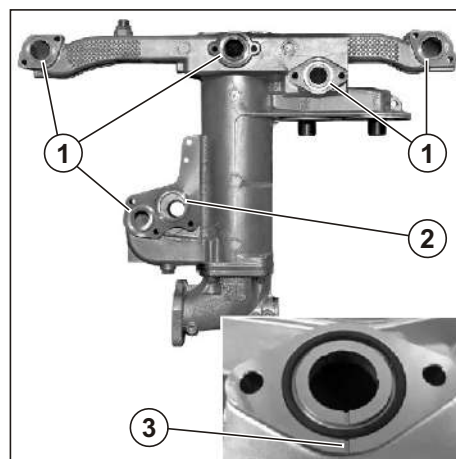

Рис. 135. Установка колец резиновых в теплообменник.
1. Установить в канавки отверстий теплообменника кольца резиновые (см. **Рис. 135**):
(см. **Рис. 135**) наличие колец резиновых.